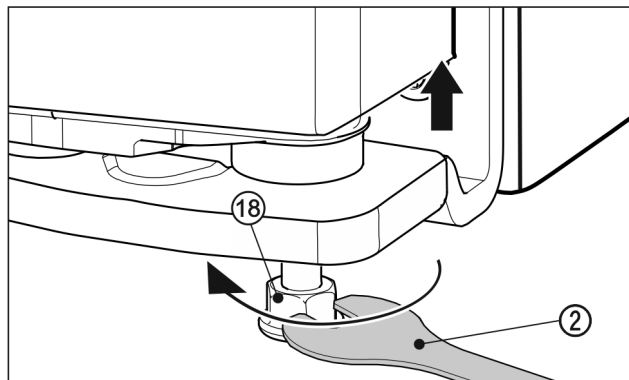

Fig. 25
- Para levantar la puerta desatornille la pata de ajuste Fig. 25 (18) hacia la derecha hasta el contacto con el suelo con la llave inglesa Fig. 25 (2) suministrada. A continuación, siga girando hasta que la puerta quede ajustada en altura. En el estado de su entrega, el pasador de cojinete está completamente atornillado.